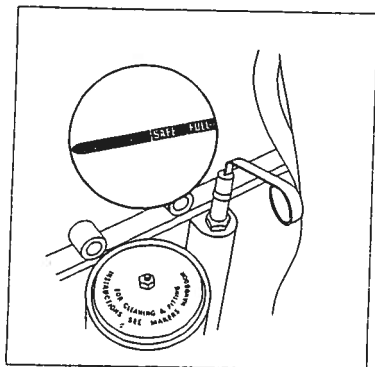

Fig. 6 Motorens peilepinn
2. Trekk peilepinnen opp (fig. 6) og tørk av den med en ren fille.